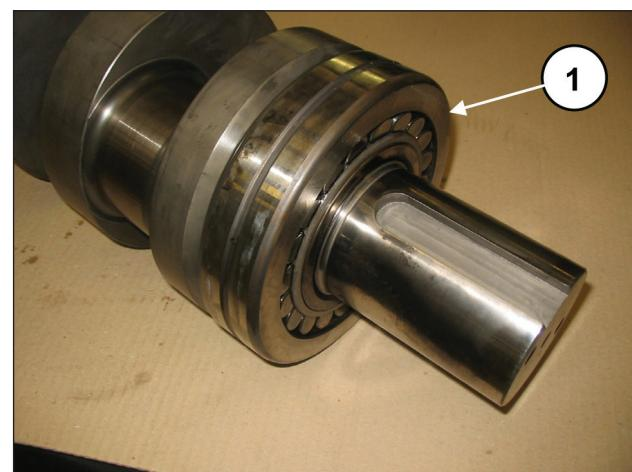
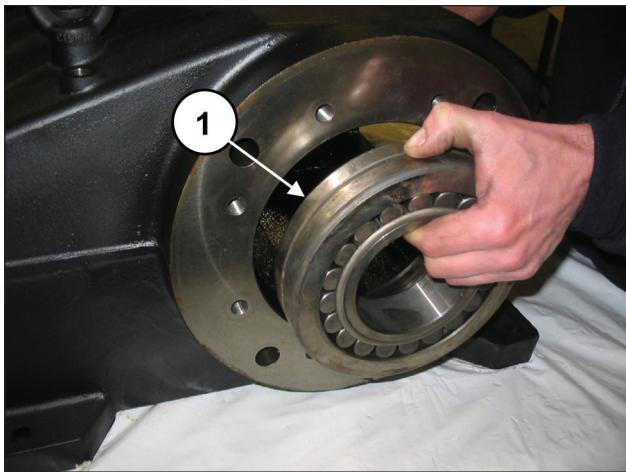

Fig. 42
Fig. 43
Pré-monte o rolamento do lado PTO no eixo até o batente (pos. ①, Fig. 42) e monte o rolamento no lado oposto no cárter (pos. ①, Fig. 43).
O rolamento na Fig. 43 tem o anel interno côncico. Verifique se a conicidade vai da parte externa para a interna para permitir a inserção seguinte do casquilho.